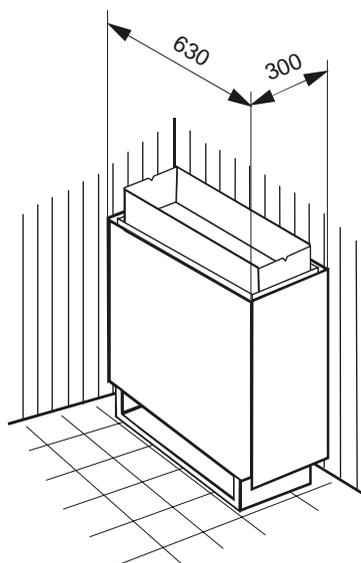

Fig. 3
- L'écartement entre la grille de protection du poêle ou la banquette et d'autres matériaux combustibles par rapport au poêle doit au moins s'élever à 7 cm. La hauteur de la grille de protection doit être identique à la hauteur avant du poêle (fig. 3 et 4).